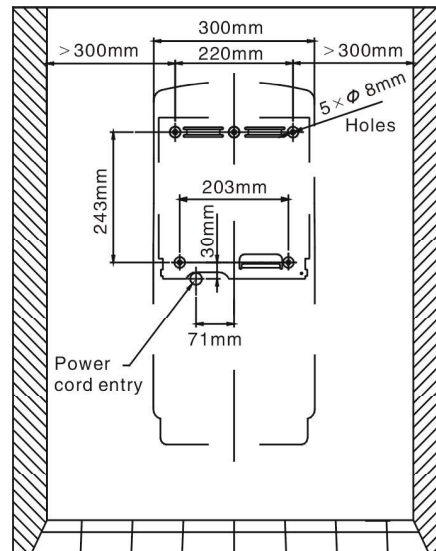

Fig.3
2. Placez le gabarit contre le mur à la hauteur souhaitée (voir HAUTEURS DE MONTAGE RECOMMANDÉES) et marquez les emplacements des 5 trous de montage et entrée du cordon d'alimentation à l'emplacement découpe (voir fig.3).